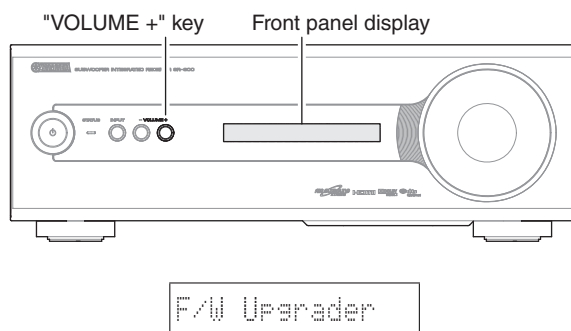

Fig. 2
1. While pressing the "VOLUME +" key of this unit, connect the power cable of this unit to the AC outlet. (Fig. 2)
The FIRMWARE UPDATE mode is activated and "F/W Upgrader" is displayed. (Fig. 2)
1. 本機の "VOLUME +" キーを押しながら、本機の電源コードを AC コンセントに接続します。(Fig. 2)
ファームウェアアップデートモードが起動し、"F/W Upgrader" が表示されます。(Fig. 2)